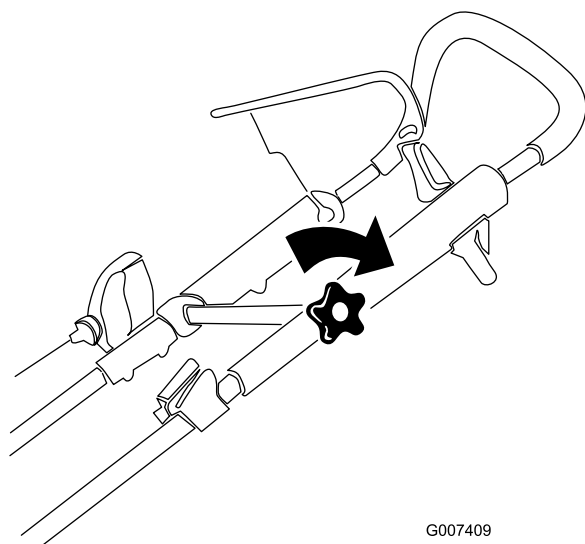

Figura 5
3. Spostate la sezione superiore della stegola nella posizione desiderata e serrate saldamente le manopole della stegola (solo modello 20996) (Figura 5).